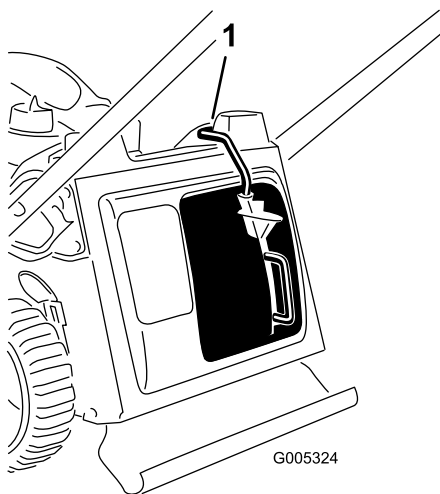

Figure 24
**Important:** La tondeuse est équipée d'un contacteur de sécurité qui l'empêche de démarrer si l'obturateur de déchiquetage n'est pas monté correctement (Figure 24).